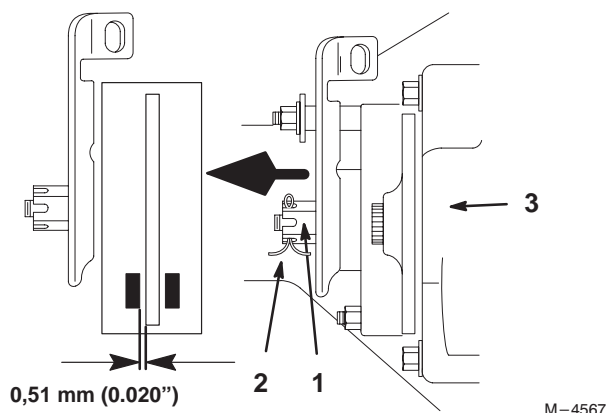

Figure 28
3. Pour régler le frein, retirer la goupille et desserrer légèrement l'écrou de réglage du frein (Fig. 28).
4. Insérer délicatement un calibre d'épaisseur de 0,51 mm (0.020") entre la plaquette extérieure et le disque de frein (Fig. 28).